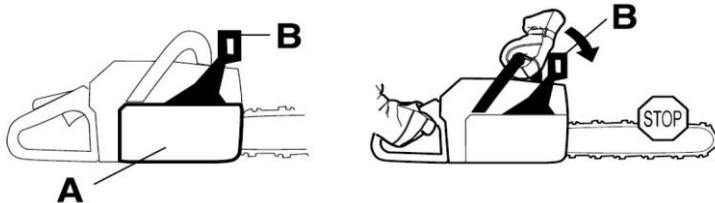

Рис.5
Ваша бензопила (Рис.5) оснащена автоматическим тормозом цепи (A), который останавливает цепь, когда на переднюю защиту (B) давит какой-либо предмет, затянутый цепью. Этот тормоз также можно включить вручную, опустив переднюю защиту к пильной шине.